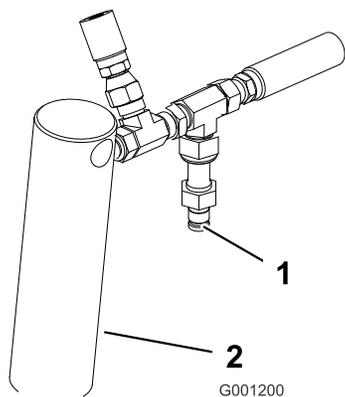

Figura 12
2. Inserite un indicatore della pressione nel foro diagnostico dietro il cilindro di sollevamento destro (Figura 12).